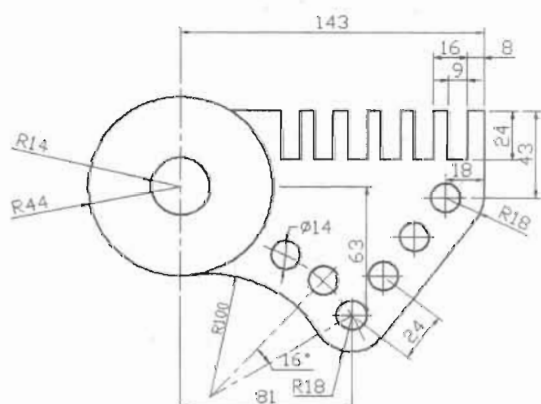

图 5-199
(4) 绘制如图 5-199 所示的图形, 主要是练习矩形和圆的绘制, 以及修剪命令的应用。